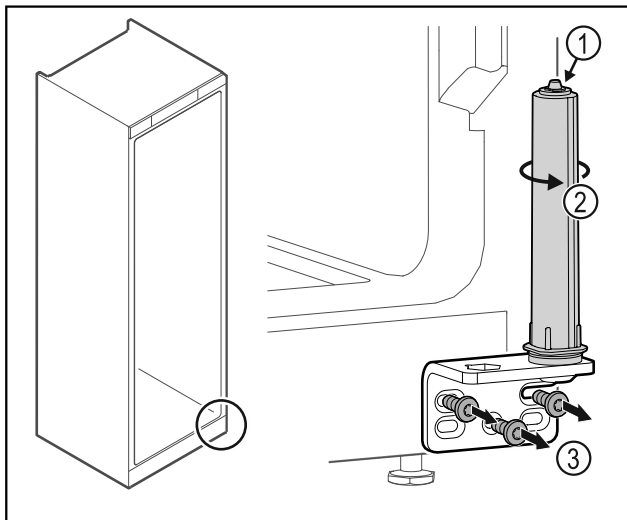

Fig. 38
- Ne pas désassembler le système de fermeture de la porte Fig. 38 (1).
- ▶ Tourner le système de fermeture Fig. 38 (2) jusqu'à entendre un clic.
- ▶ Dévisser l'équerre de la charnière Fig. 38 (3).